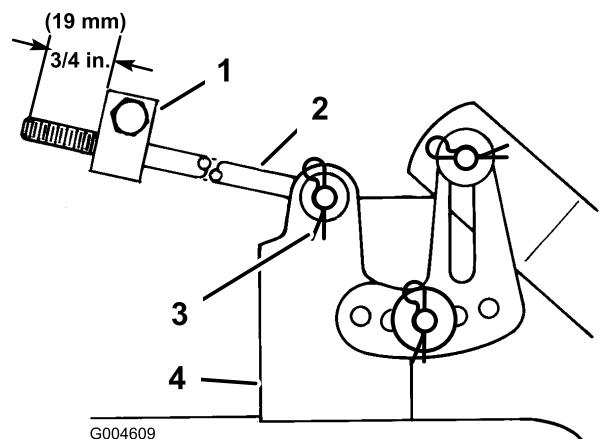

Figure 47
11. Mesurez la longueur de tige qui dépasse de l'avant du bloc de réglage sur les côtés du châssis (Figure 47). Si la longueur n'est pas égale à 19 mm, enlevez la goupille fendue et la rondelle de l'extrémité de la tige (Figure 47) puis vissez ou dévissez la tige jusqu'à obtention de la longueur requise (19 mm).